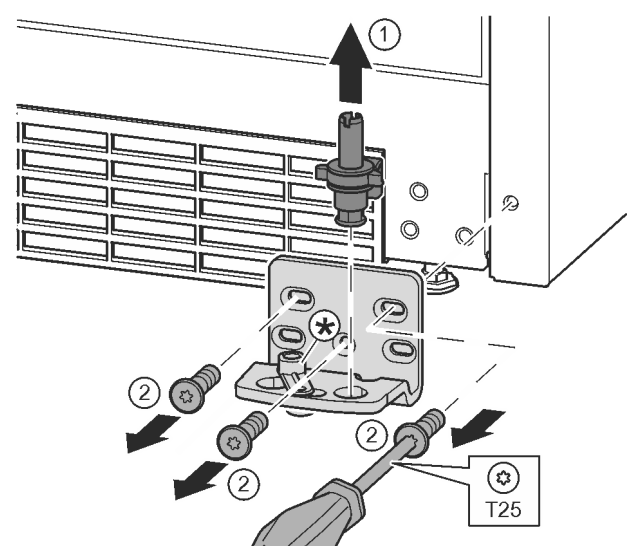

Fig. 16
- ▶ Extrageți complet boltul de lagăr în sus. Fig. 16 (1)
- ▶ Deșurubați șuruburile cu șurubelnița T25 și detașați suportul de lagăr. Fig. 16 (2)